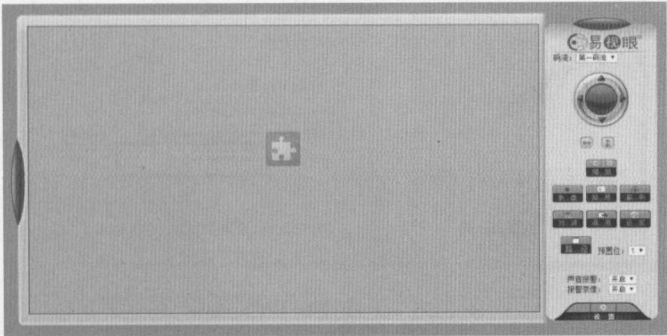
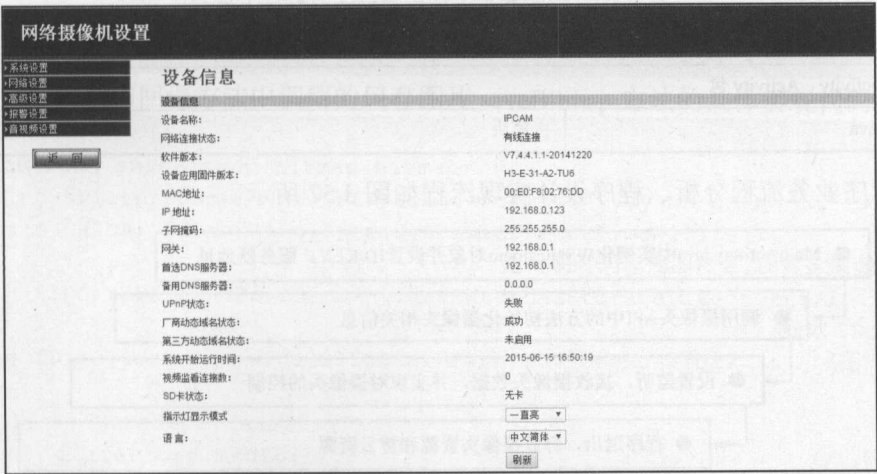

图 3.53 控制 IPCamera
图 3.54 IPCamera 信息
(6) 配置摄像头。在上一步骤中，登录摄像头的用户名、密码之后单击第 1 个“登录”按钮，可看到如图 3.53 所示的页面（若要查看监控页面，需要根据提示安装插件）。
单击图 3.53 中右下角的“设置”按钮即可进入摄像头的配置界面，如图 3.54 所示。